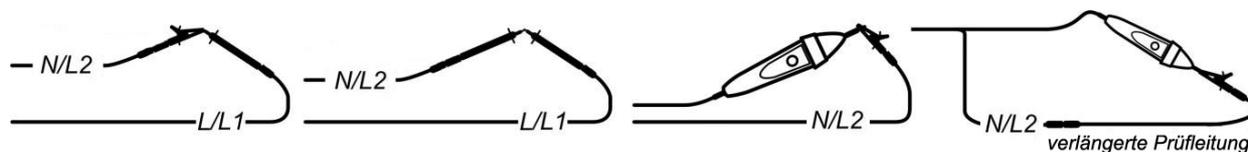

Abbildung 5.13: kurzgeschlossene Prüflleitungen
- Schließen Sie die Prüflleitungen an das Prüfgerät und schließen Sie die Prüflleitungen kurz (siehe Abbildung 5.13).